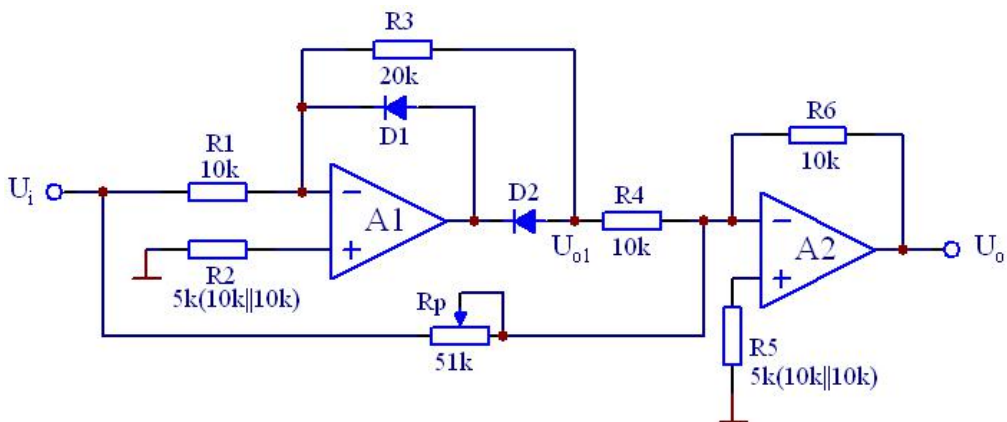

图 21.2 精密整流电路
2. 定性画出图 21.2 电路的  $U_{o1}$  和  $U_o$  的波形图。
实验电路如图 21.2 所示，调整  $R_p=10k$ 。